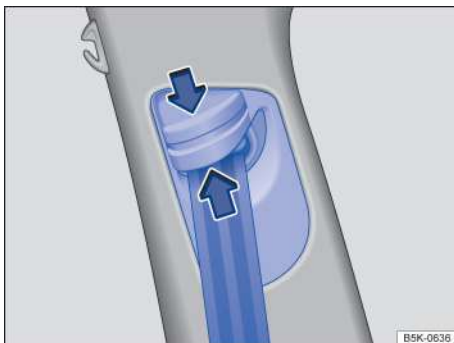

Рисунок 27. Рядом с передними сиденьями: регулятор высоты ремня безопасности
- Сожмите направляющие детали в направлении стрелки и удерживайте их →Рисунок 27.